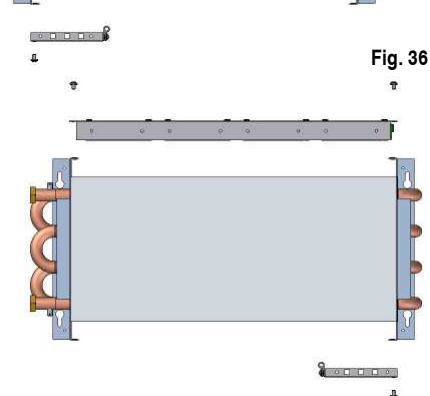

Fig. 36
3. Girare di 180° lo scambiatore di calore e ricollocare il KIT HE e la sonda ambiente nella stessa posizione, come illustrato nella fig. 36.